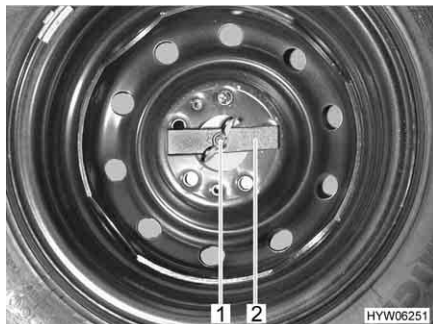

Fig. 268 Ruota di scorta nel gavone di coda
- Svitare manualmente il dado ad alette (Fig. 268,1) e rimuoverlo.
- Rimuovere la barretta di compressione (Fig. 268,2).